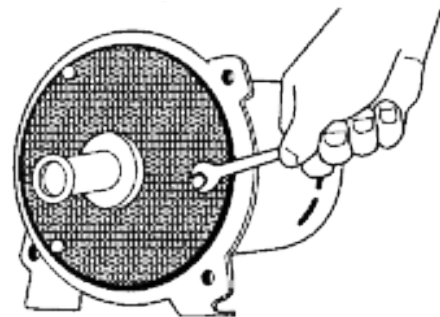

Figura 15: Retire el difusor
3. Retire los 3 tornillos con cabeza que sujetan el difusor a la placa de sellado y retire el difusor. Cuando reemplace el difusor, use tres calzas de .010" de espesor igualmente espaciadas entre el ojo del impulsor y la abertura del difusor. Esto centra el difusor y evita el roce del impulsor (Figura 15).